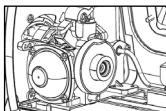

Fig. 3
3. Revise la superficie del soporte del cartucho de gas en busca de objetos extraños (polvo magnético, etc.) y retírelos si es necesario con cinta adhesiva [Fig. 3].